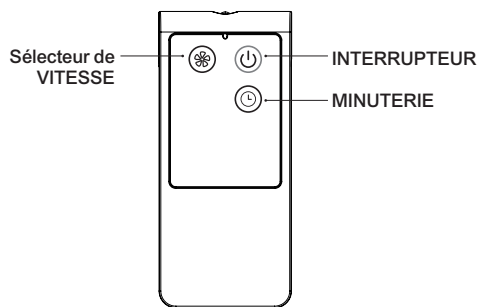

Fig. 6
• **TÉLÉCOMMANDE (voir la figure 6)**
La télécommande comporte 3 boutons (voir la figure 6)